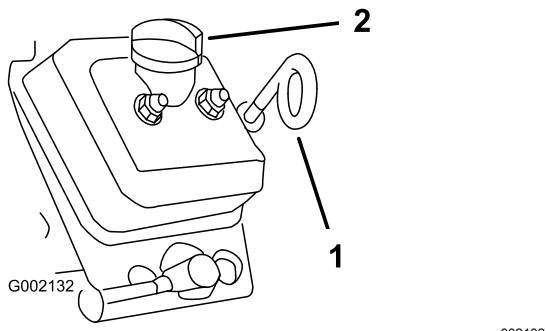

图 33
3. 用抹布清洁量油尺和加油颈盖图 33周围的区域防止灰尘落入量油尺管道或加油颈并损坏发动机。
4. 取出量油尺并擦拭干净图 33。
5. 将量油尺滑入量油尺管道中并确保它完全插入图 33。
8. 安装加油颈盖图 33。
9. 安装量油尺并固定到位图 33。